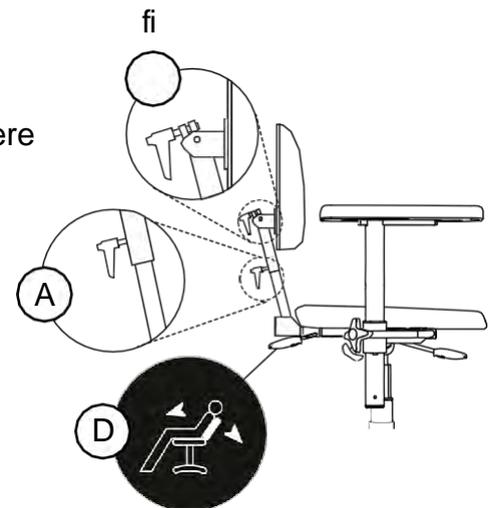

Fig. 5.43. Meccanismo dello schienale comfort.
Il meccanismo dello schienale è dotato di una funzione di schienale controllata da una molla a gas (D), vedi Fig. 5.43. La funzione di schienale controllata da una molla a gas può essere regolata tramite un elemento di comando sotto il sedile (standard) o sotto il bracciolo (opzionale).